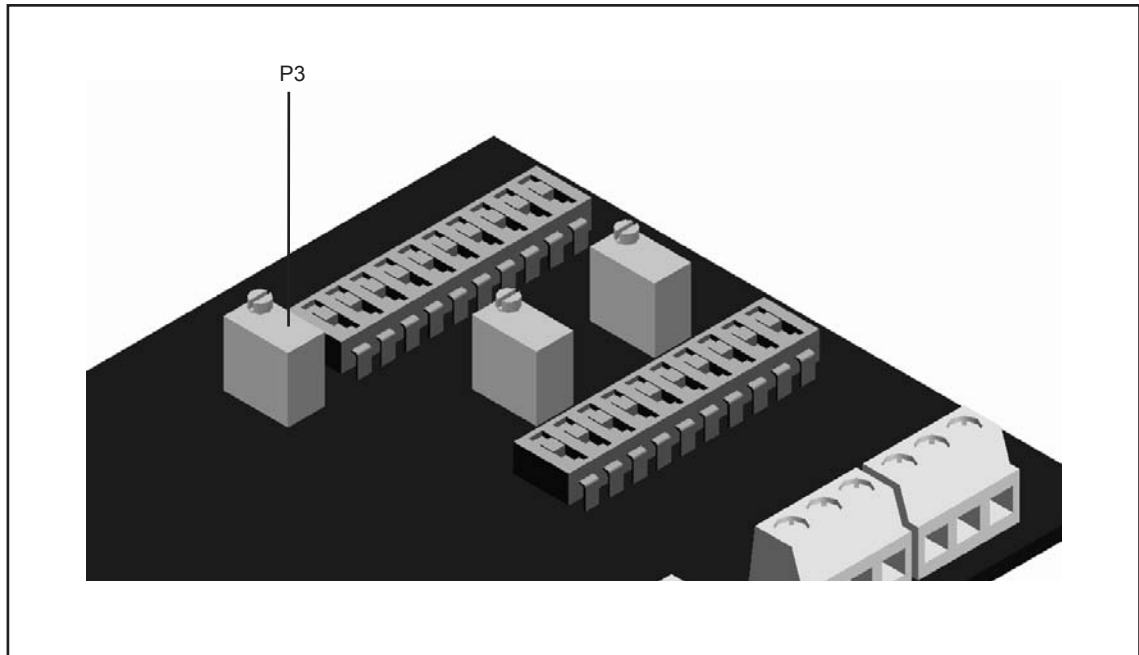

Abb. 5-12 : Position des Potentiometers P3
- Spannung (z.B. 8 V in Maximalstellung) oder Strom mit dem Einstellpotentiometer P3 genau einstellen (siehe Abbildung 5-12 zur Ortung der Potentiometers).